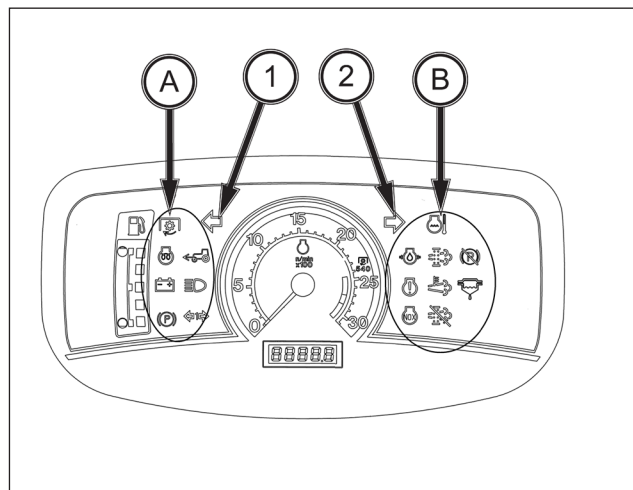

FIG. 38
FIG. 38 : les rangées de lampes témoins (A) et (B) comprennent plusieurs témoins d'alerte permettant de surveiller certaines fonctions. Les lampes sont comme suit :